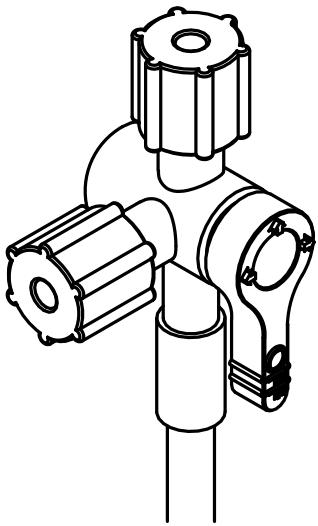

Рисунок 3. Трехходовой клапан в закрытом положении
6. Закройте трехходовой клапан. См. рис. 3.